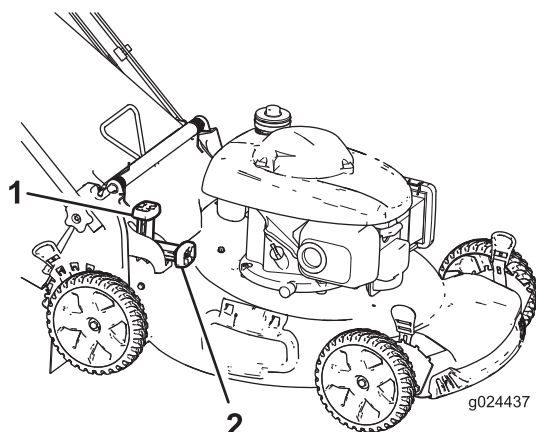

Figura 20
- **Para ensacar los recortes de hierba y hojas**, presione el botón de la palanca de ensacado a demanda y mueva la palanca hacia delante hasta que salte el botón de la palanca (Figura 20).